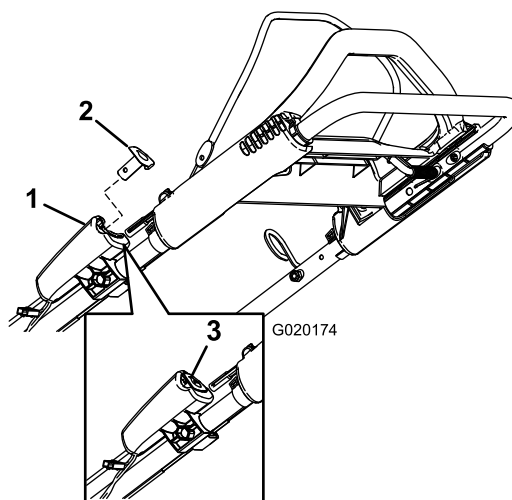

**Рисунок 15**
1. Удерживайте штангу управления ножом прижатой к рукоятке (**Рисунок 15**).